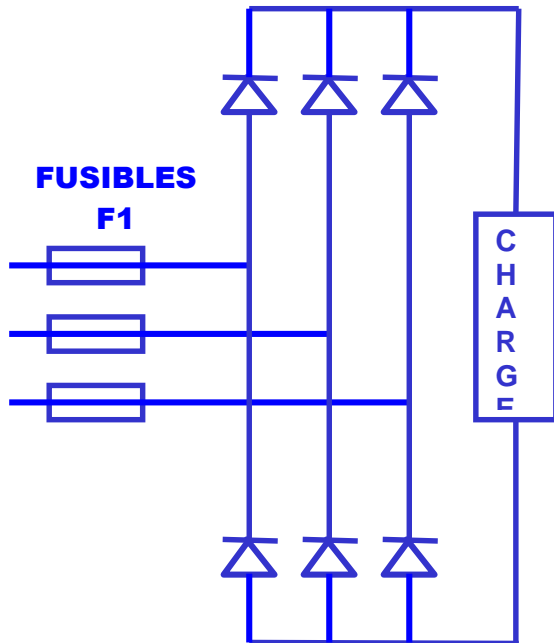

Figure 4 : protection avec 3 fusibles
- Les fusibles sont placés dans les phases d'alimentation selon la figure 4 (3 fusibles F1)